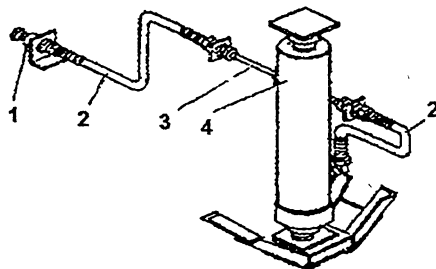

Рис. 9 – Опрокидывающий механизм
4.3.2. Опрокидывающий механизм (рис.9) работает от гидросистемы трактора и состоит из гидроцилиндра, полумуфты, трубопроводов и шлангов высокого давления.